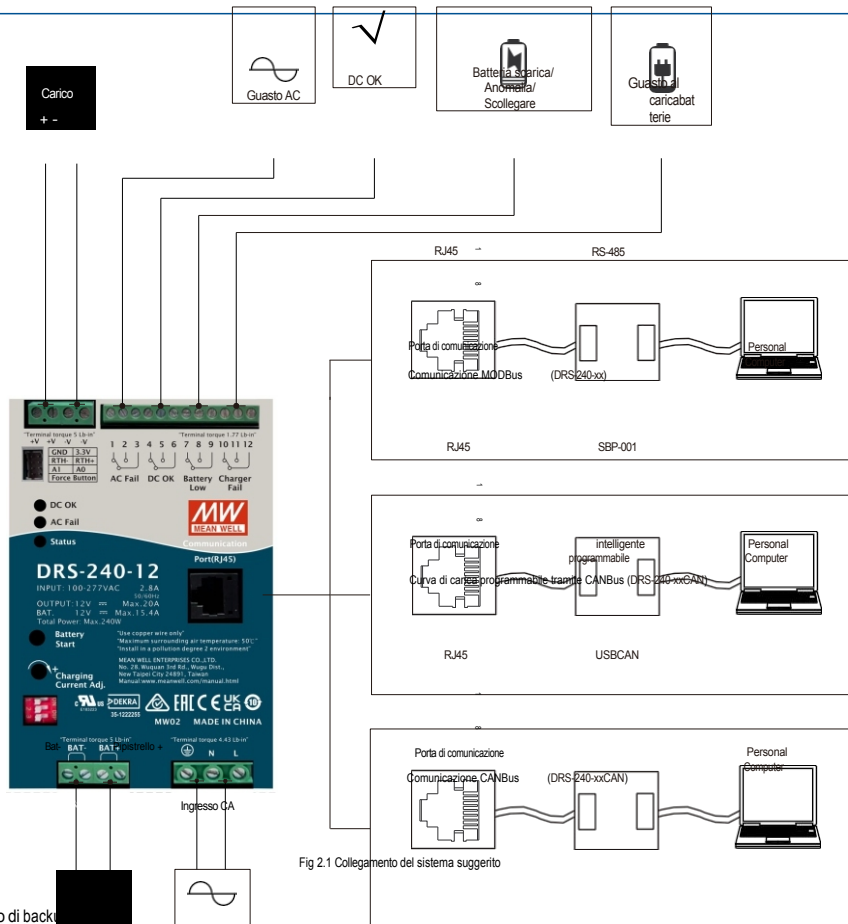

Fig. 2.1 Collegamento del sistema suggerito
(1) Fare riferimento alla Fig.2.1 per il collegamento suggerito.